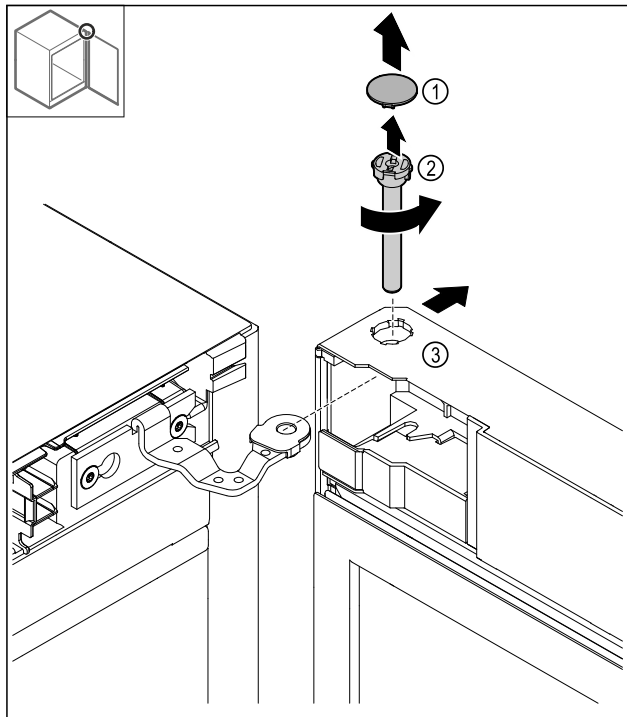

Fig. 19
- ▶ Свалете капака Fig. 19 (1).
- ▶ Развийте болта Fig. 19 (2) обратно на часовниковата стрелка и го изтеглете.
- ▶ Наклонете леко вратата Fig. 19 (3).